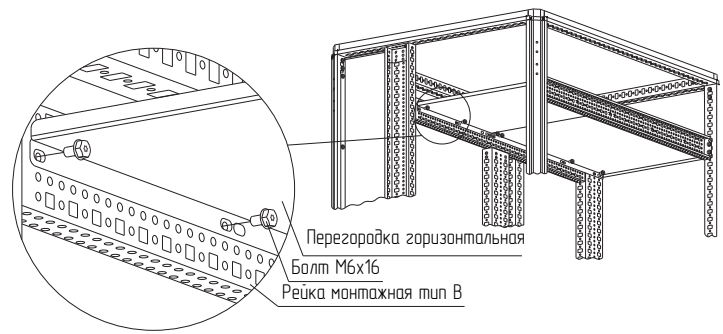

Рисунок 57
- вариант 1. Для этого закрепите рейки монтажные тип В и перегородку на нужных высотах болтами М6х16 (рисунок 57) Момент затяжки – 7 Н·м. Рейки и болты в комплект не входят;